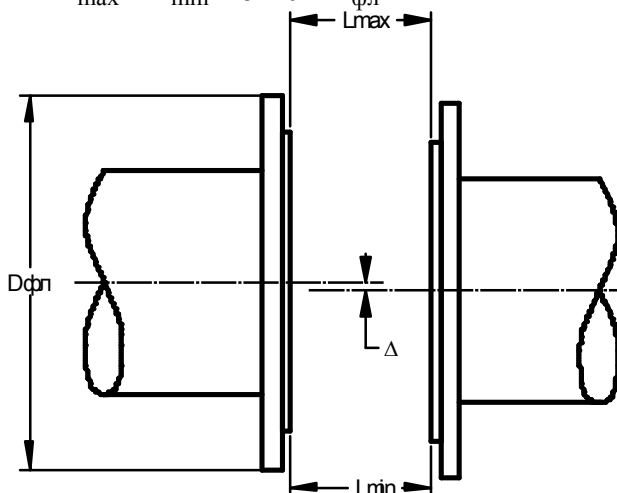

Рис. 3 Допустимые отклонения расположения фланцев трубопровода
2.2.2.3. Фланцы трубопроводов при монтаже первичного преобразователя должны быть соосны (отклонение осей Δ не более $10^{-2} \cdot D_y$) и плоскопараллельны друг другу (см. Рис..3), при этом максимально допустимое отклонение фланцев от параллельности не должно превышать: